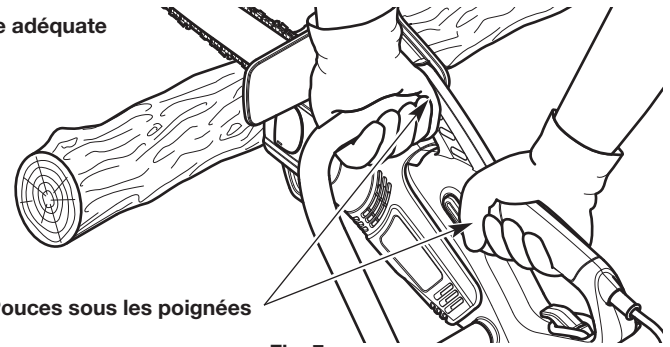
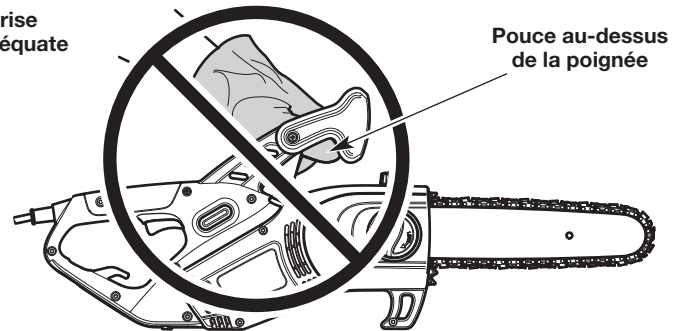

Fig. 7
Fig. 8
- Encercler fermement les poignées ou la perche avec les pouces et les doigts (Fig. 7). Cela permettra de réduire le risque de perte de contrôle de l'appareil en cas de rebond. Toute prise avec les pouces et les doigts du même côté des poignées ou de la perche est dangereuse (Fig. 8).